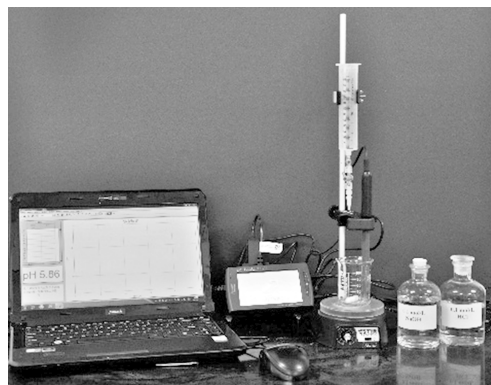

图 3.3 中和滴定数字化实验装置
滴定终点通常是通过指示剂的颜色变化来判断。常用的酸碱指示剂有:酚酞、甲基红、甲基橙。不同指示剂有不同的变色范围和颜色(选择性必修1教材第61页图3.3)。溶液的pH还可以用pH计来测量。
1. 按图 3.3 连接装置,打开应用程序。连接装置时,要确保滴液管滴下的液体能顺利通过滴数传感器的光电门,液体能滴入下端烧杯中。另外,磁力搅拌子不能触碰 pH 传感器,pH 传感器要按要求预先处理。